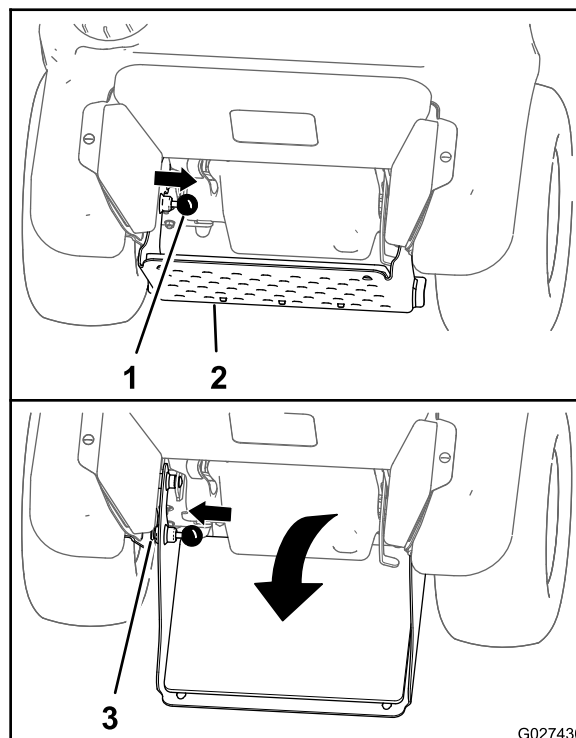

Figure 17
1. Tirez le bouton de verrouillage de la plate-forme vers l'intérieur, jusqu'à ce que la goupille passe le trou supérieur dans le châssis (Figure 17).
2. Faites pivoter la plate-forme vers le bas jusqu'à ce que la goupille de verrouillage soit en face du trou inférieur du châssis (Figure 17).
3. Déplacez le bouton de verrouillage vers l'extérieur, jusqu'à ce que la goupille dépasse du trou inférieur (Figure 17).
2. Faites pivoter la plate-forme vers le haut jusqu'à ce que la goupille soit en face du trou supérieur du châssis (Figure 17).
3. Déplacez le bouton de verrouillage vers l'extérieur, jusqu'à ce que la goupille dépasse du trou supérieur (Figure 17).